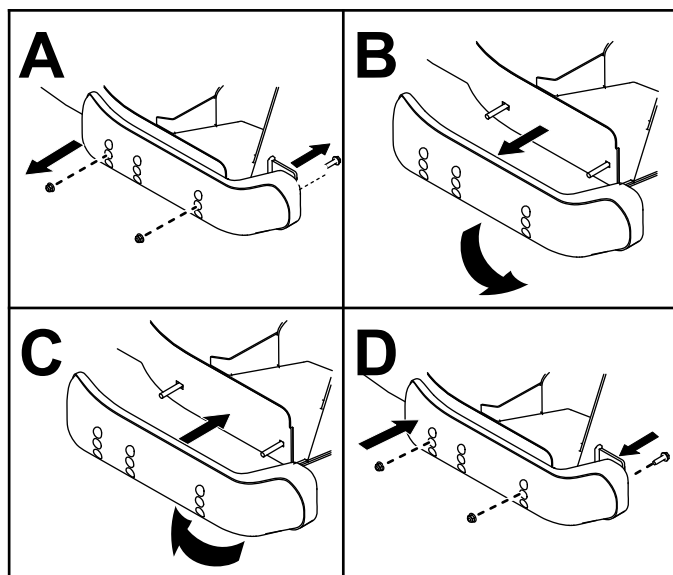

Figura 135
6. Comutați saboii și montați-i folosind uruburile îndepărtate anterior (Figura 135).
5. Îndepărtați saboii de pe lateralele punii mainii de tuns iarba (Figura 135).